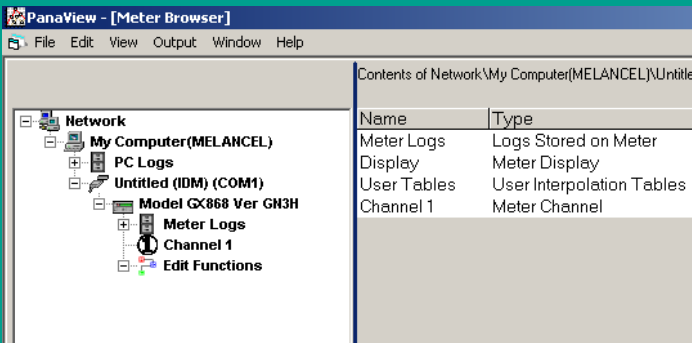

Figura 35: Novo navegador de contadores com ramificação de contadores
3. Em seguida, expanda a árvore de contadores, conforme ilustrado na figura 35.